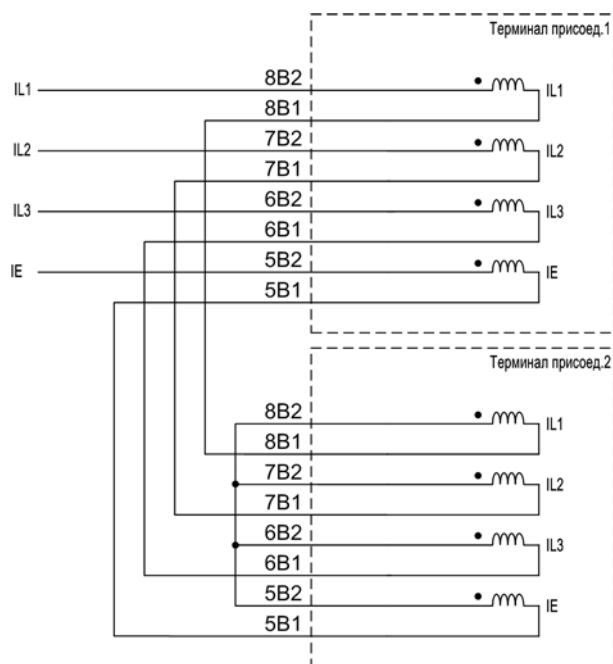

рис. 7-1 Соединение токовых входов терминалов присоединения, установленных в цепи ШСВ с одним ТТ.
- Если в цепи ШСВ один ТТ, то входные токовые цепи терминала присоединения собираются параллельно (см. рис. 7-1, стр. 276).